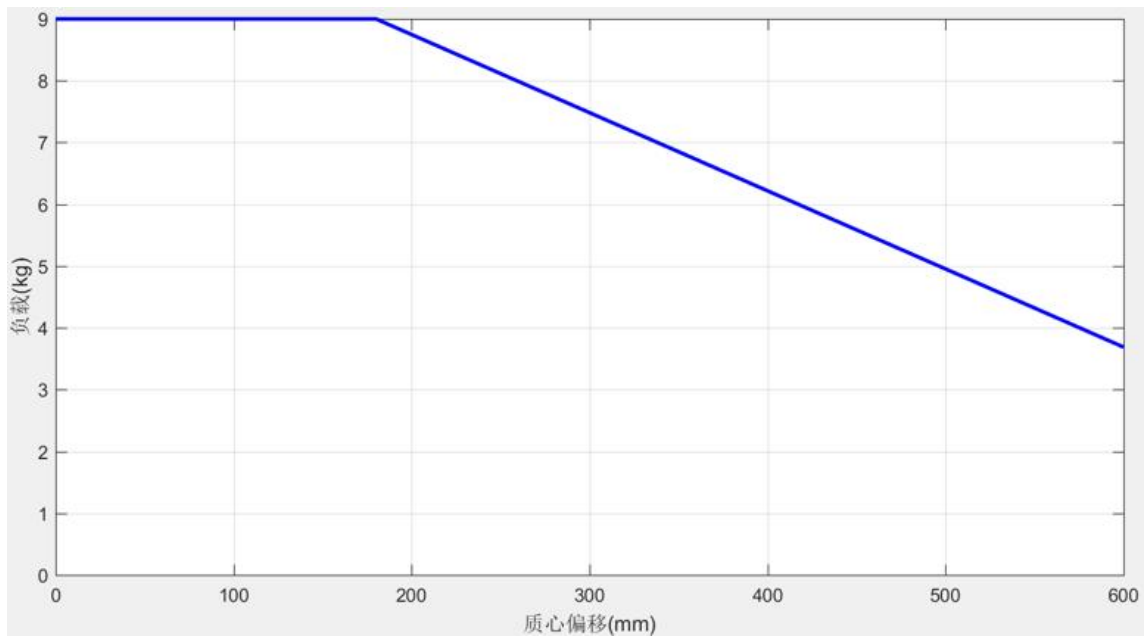

图 B-6 G9L 有效载荷和重心偏移曲线
- G9L 协作机器人有效载荷和载荷重心偏移的关系曲线如图 B-6 所示。